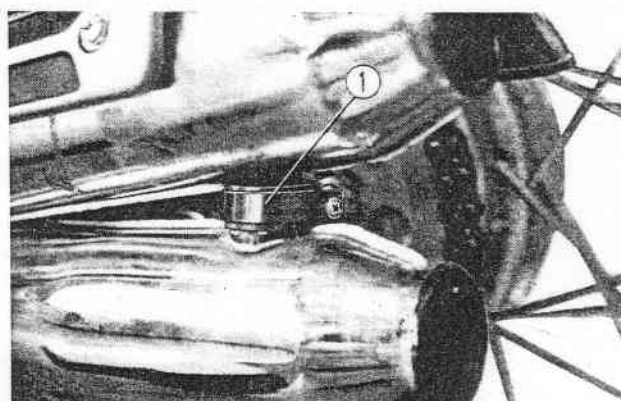

Fig. 2-9 ① Patte de fixation de silencieux
11. Examiner le montage des pattes de fixation des silencieux n° 1 et 2 et n° 3 et 4. Monter les silencieux d'échappement. (Fig. 2-9)